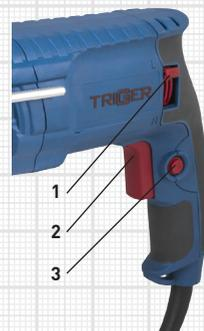

Рис. 5
Для включения инструмента нажмите на кнопку «пуск» 2 (рис. 5). В зависимости от усилия, прилагаемого при нажатии и удержании кнопки, скорость вращения насадки может плавно изменяться от 0 до максимальной. Для остановки инструмента кнопку «пуск» нужно отпустить.
- ▶ Нажмите кнопку фиксатора кнопки «пуск» 3 (рис. 5).
Для изменения направления вращения инструмент оснащен реверсивным переключателем 1 (рис. 5).